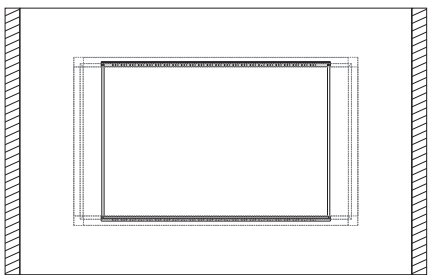

图13
3.将固定在银幕上下横框架上的挂钩分别扣合在已经安装在墙壁上的上、下安装架槽位上，如图13–14